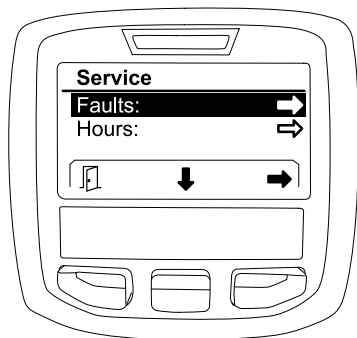

Figura 26
1. Con il pulsante di selezione centrale scorrete fino all'opzione GUASTI, poi premete il pulsante di selezione destro per accedere alla schermata Guasti (Figura 26).